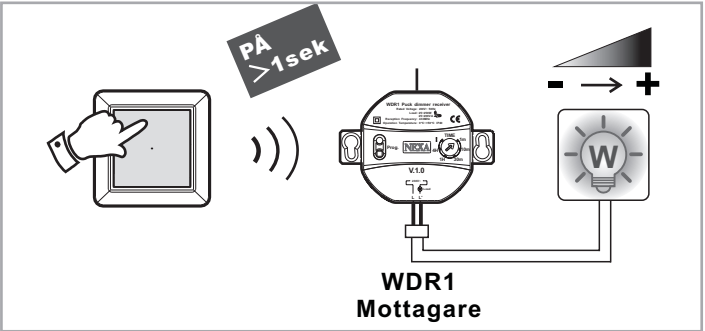

fig.12
- Genom längre tryck på vippans övre del (>1sek) stegras belysningen mellan 5%-100% (se fig.12).